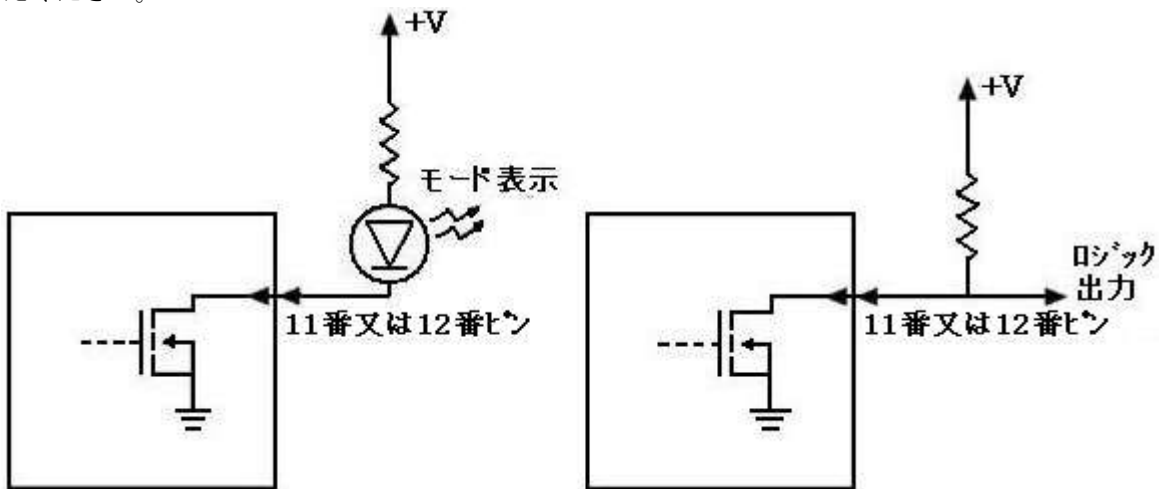

図 1: モード表示
**11番ピン - 電流状態表示** : 電源が電流制御である時、オープン/ドレイン構成となります。このピンはアクティブローで、電源が電圧制御、電力制御になるか、デイスエーブルになった時、オープン回路になります。プルアップ抵抗はロジック信号の使用や動作制御状態を表示用のLEDを接地することができます。使用方法は図1を参照下さい。
**12番ピン - 電圧状態表示** : 電源が電圧制御の時のオープン/ドレイン構成を表示します。表示はアクティブローで、電源が電流制御、電力制御しているかまたはデイスエーブル状態になるとオープン回路になります。プルアップ抵抗はロジック信号源として使用され、ピンは動作制御状態を示す点灯表示用のLED/グラントに使われます。使用方法は図1を参照下さい。